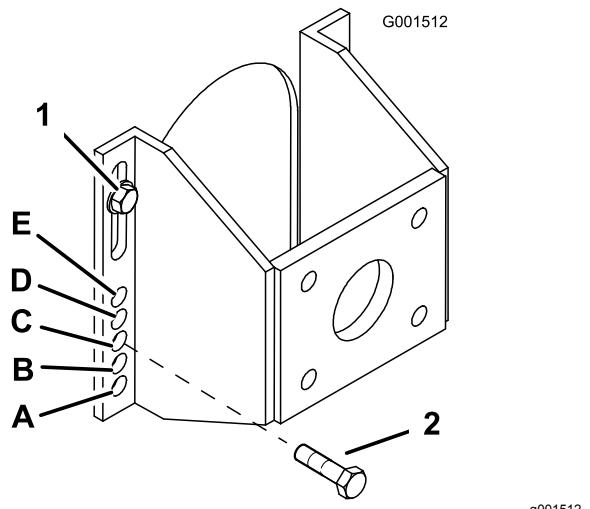

Figura 16
5. Allentate i 2 bulloni superiori del ponte, senza staccarli (Figura 16).
6. Staccate i 2 bulloni inferiori del ponte (Figura 16).
7. Spostate verso l'alto o verso il basso la staffa di montaggio, in modo tale da poter montare i 2 bulloni di regolazione del ponte nei fori desiderati (Figura 16).